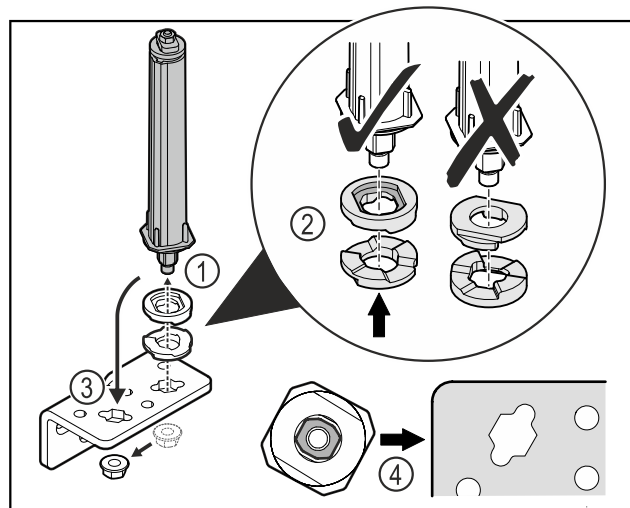

Fig. 30
- ▶ Povolte matici a odstraňte uzavírací systém dvířek Fig. 30 (1).
- ▶ Dbejte na správné vyrovnaní výškově stavitelných podložek Fig. 30 (2).
- ▶ Přesaďte uzavírací systém dvířek v úhelníku závěsu a upevněte jej maticí Fig. 30 (3).
- ▶ Při nasazování dbejte na správné vyrovnaní uzavíracího systému dvířek Fig. 30 (4).